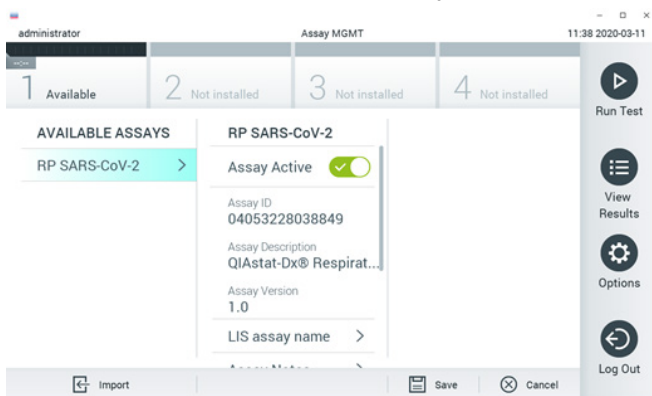

Figura 90. Attivazione dell'esame.
7. L'esame diventa attivo selezionando Assay Active (Esame attivo) (Figura 90).